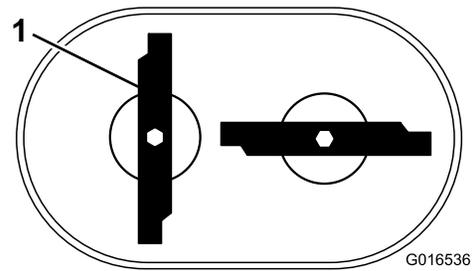

Figura 46
**Nota:** Las cuchillas deben estar perpendiculares entre sí, formando una "T" invertida, como se muestra en la Figura 46.